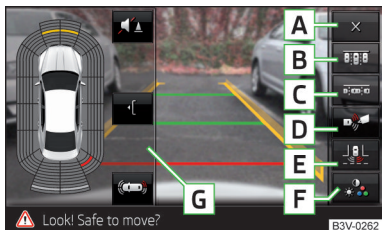

Abb. 183
Funktionstasten » Abb. 183
- Die Funktionstaste **C** » Abb. 183 auf Seite 158 betätigen.